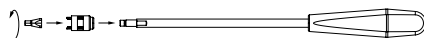

Fig. 9
- Skruva ihop låsskruv-insättningsinstrument med handkraft, se Fig. 9.